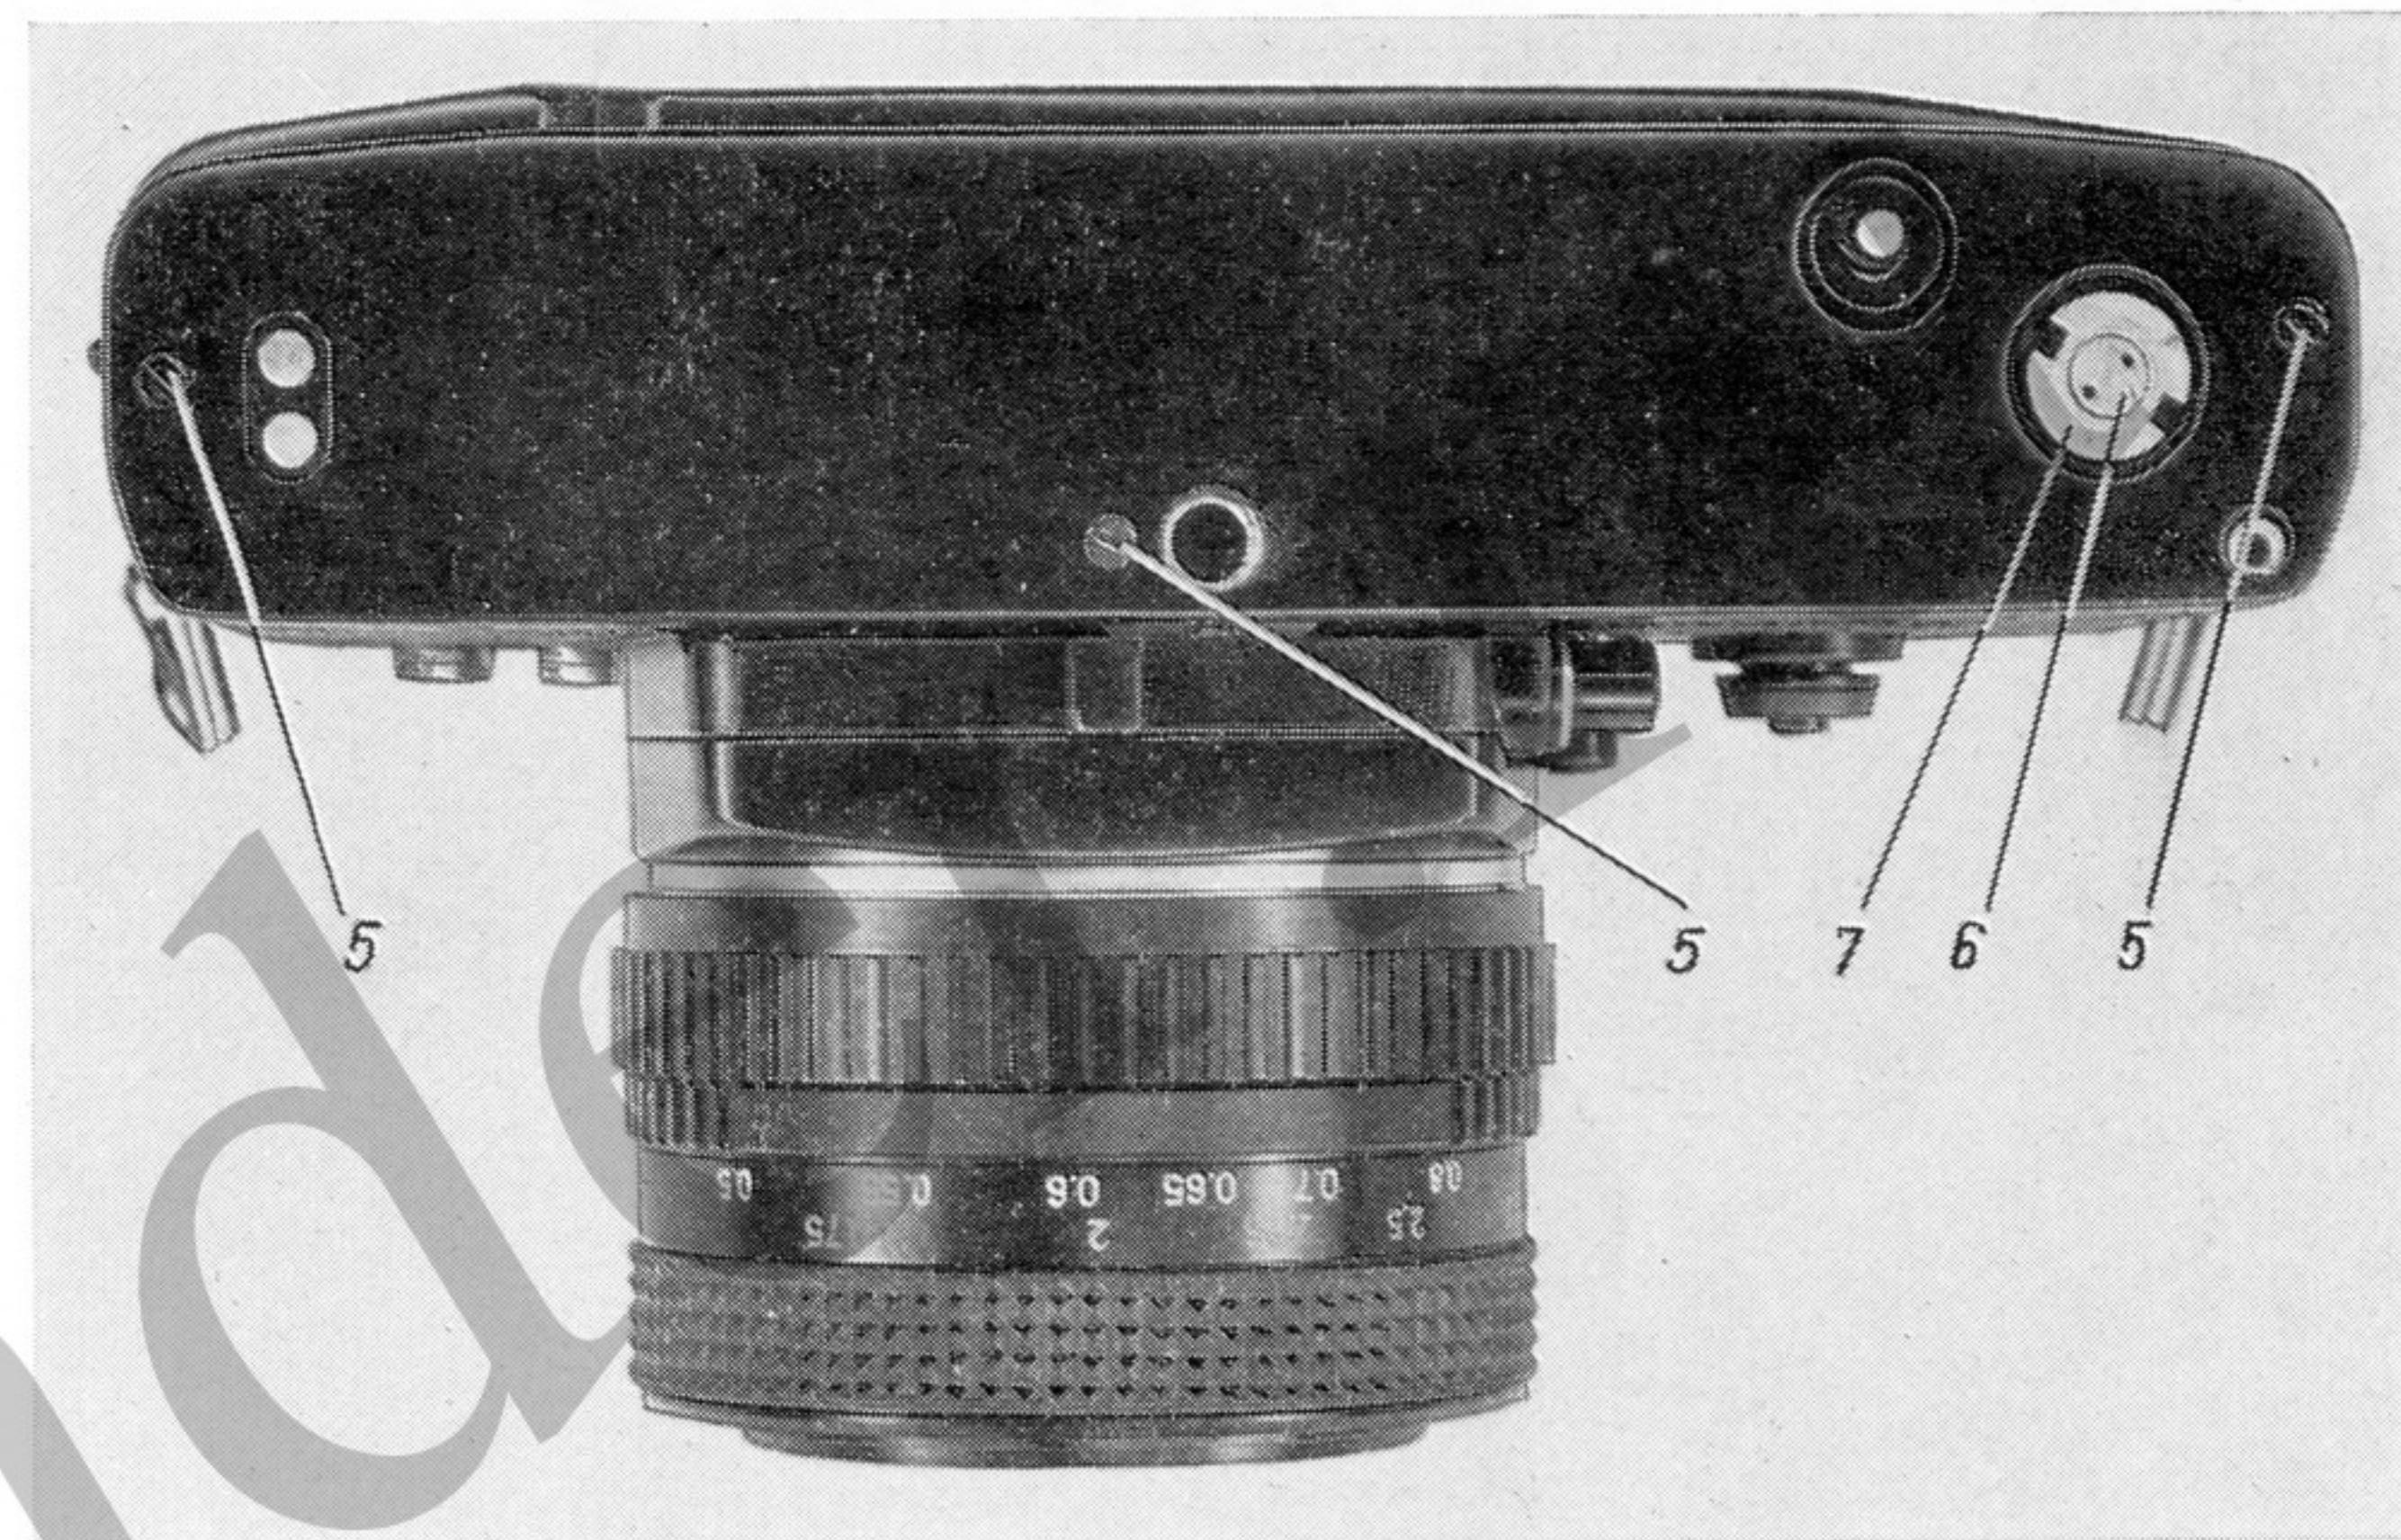

Рис. 3
4.2. Отверните три винта 5 (рис. 3), крепящие нижнюю крышку, отверните винт 6 и снимите с корпуса фотоаппарата муфту 7 и нижнюю крышку 8.